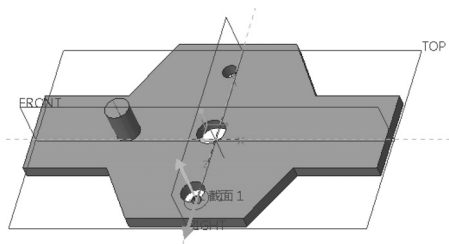
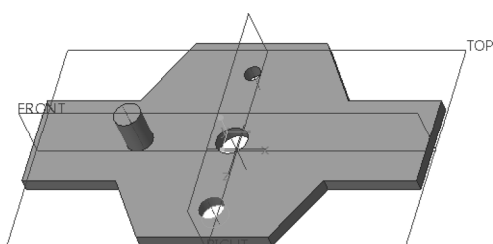

图 5-9 模型显示
图 5-10 复制粘贴得到的模型效果
9) 此时, 模型显示如图 5-9 所示。在“拉伸”选项卡中单击 (完成) 按钮, 复制粘贴得到的模型效果如图 5-10 所示。